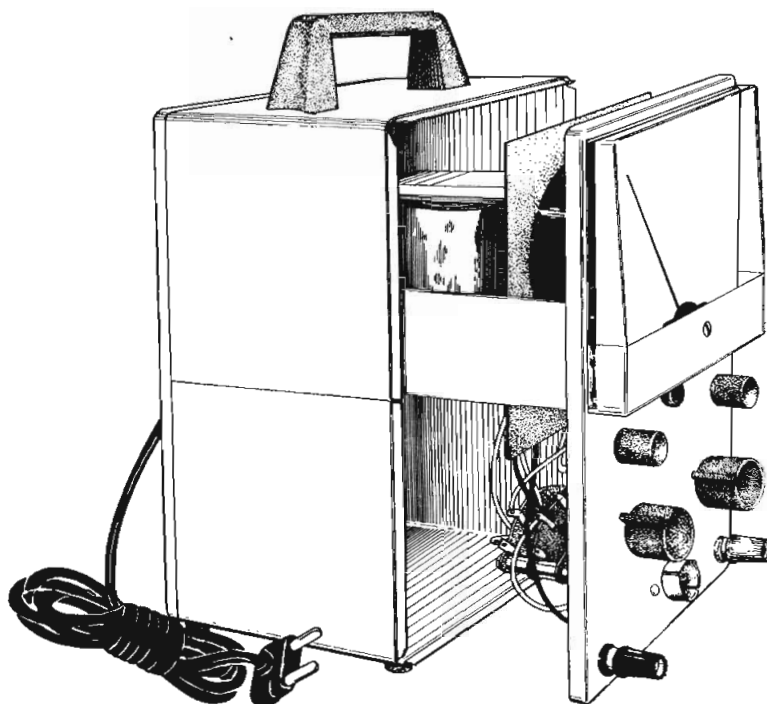

Figure 9.— Introduction de l'appareil dans le coffret
- () Placer les deux petits boutons de commande, sans index, un sur chaque axe des potentiomètres «AJUSTE Ω » (réglage Ω) et «AJUSTE 0» (réglage du zéro), en serrant les vis de fixation. Voir la figure 9.
- () Tourner complètement l'axe du contacteur de fonctions vers la gauche, placer un bouton de commande avec index de manière à ce qu'il indique la position «DES» (déconnecté) et serrer sa vis de fixation. Observer la figure 9.
Se référer à la figure 9.
- () Avec beaucoup de soin, placer l'appareil à l'intérieur du coffret en veillant à ce que le panneau avant s'encastre sur le rebord du coffret selon les indications de la figure 9.